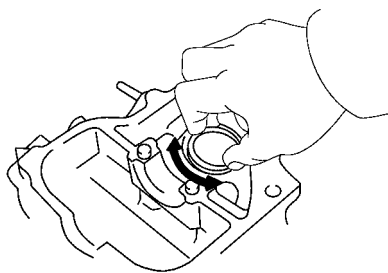

图 1-63 安装气门挺杆
(2) 安装带调整垫片的气门挺杆, 如图 1-63 所示。
(3) 安装凸轮轴。